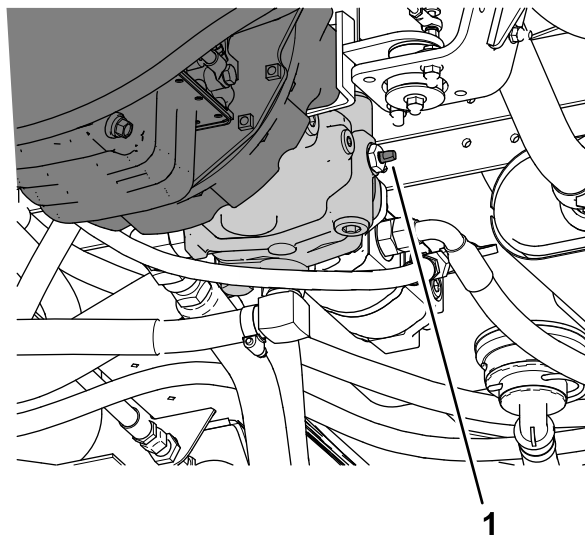

Рисунок 52
3. Поверните клапан буксировки (Рисунок 52) на 90 градусов в любом направлении, чтобы открыть его.